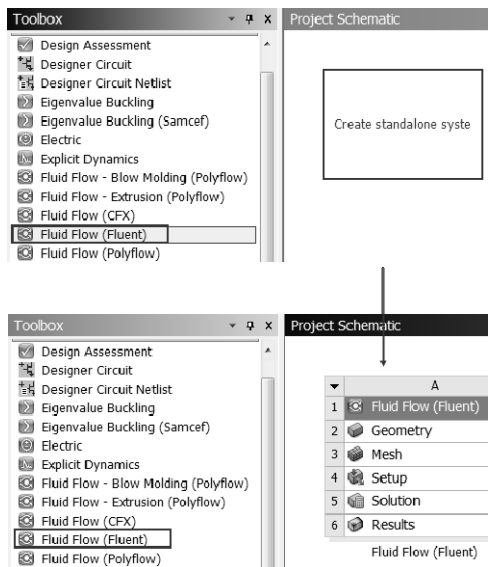
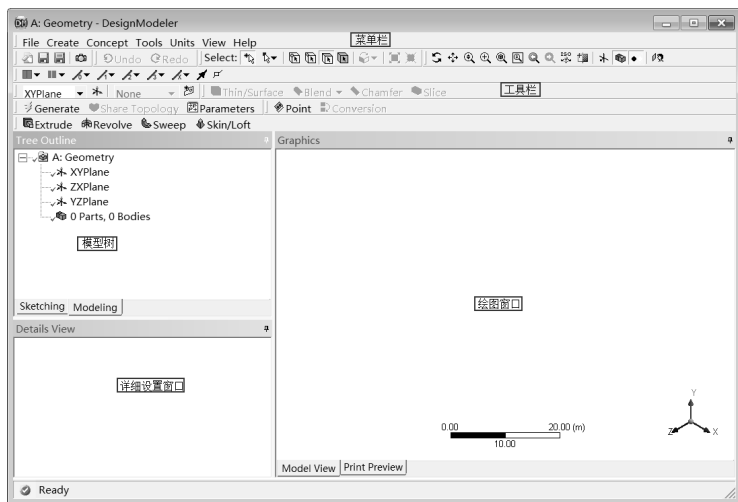

图 1-34 创建 FLUENT 分析项目
图 2-1 DesignModeler 平台界面
Step1：启动 Workbench 18.0 后，单击左侧 Toolbox（工具箱）Analysis System（分析系统）中的 Fluid Flow（FLUENT）模块不放，直接拖曳到 Project Schematic（工程项目管理窗口）中，如图 1-34 所示，此时会在 Project Schematic（工程项目管理窗口）中生成一个如同 Excel 表格一样的 FLUENT 分析流程图表。
在如图 1-34 所示的分析流程中，双击项目 A 中的 A2（Geometry）栏，或者右击 A2（Geometry）栏，在弹出的快捷菜单中选择 New DesignModelerGeometry 命令即可进入如图 2-1 所示的 DesignModeler 平台界面，如同其他 CAD 软件一样，DesignModeler 平台构成有以下几个关键部分：菜单栏、工具栏、命令栏、图形交互窗口、模型树及草绘面板、详细视图及单位设置等，在几何建模之前先对常用的命令及菜单进行详细介绍。